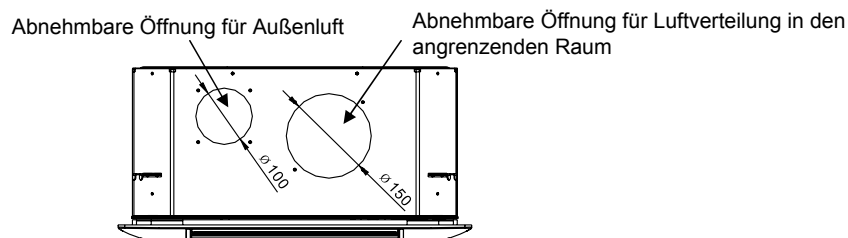

Abb. 12
- Es sind seitliche Öffnungen vorgesehen für die Installation separater Kanäle für die Frischluft-Ansaugung und die Weiterleitung aufbereiteter Luft in den angrenzenden Raum (Abb. 12)